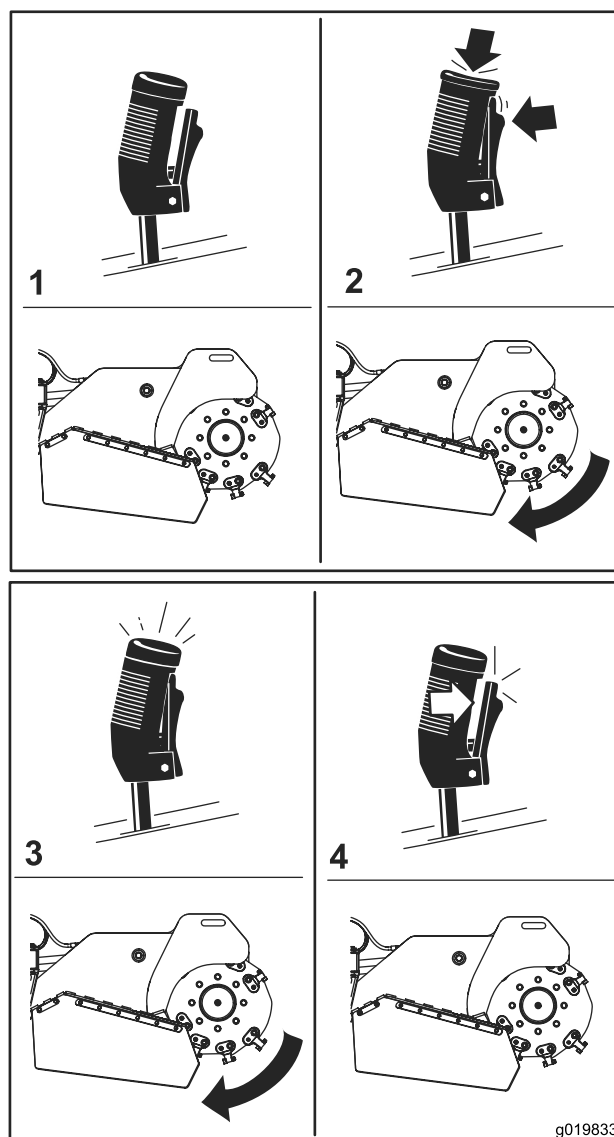

Figure 13
- Pour démarrer la dessoucheuse (Figure 13), appuyez sur le bouton rouge au sommet du levier, puis appuyez sur la gâchette. Lorsque la dessoucheuse démarre, relâchez le bouton rouge.
- Pour arrêter la dessoucheuse (Figure 13), relâchez la gâchette pendant plus d'une demie seconde.